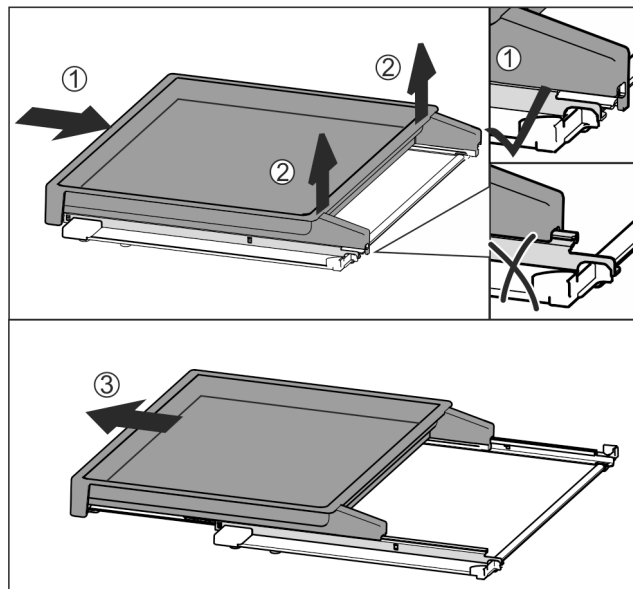

Fig. 112
- Vysouvací přihrádku zcela zasuněte Fig. 112 (1).
- Uvolněte západku na zadní straně Fig. 112 (2).
- Vysouvací přihrádku vyjměte směrem dopředu Fig. 112 (3).